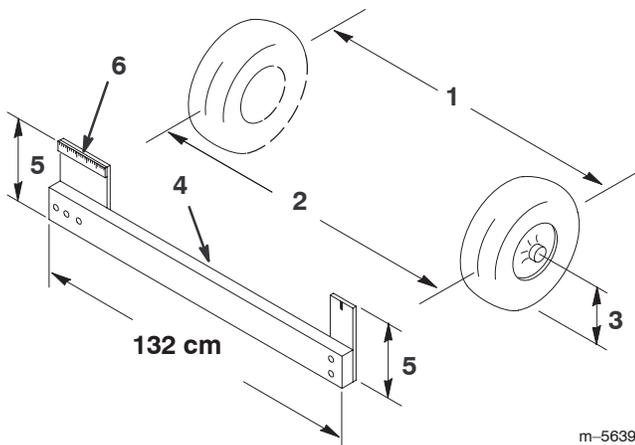

Bild 38
2. Messen Sie den Abstand zwischen beiden Vorderreifen auf Achshöhe (an der Vorder- und Rückseite der Vorderreifen) (Bild 38). Eine Messlehre ist für das hintere Maß der Vorderreifen auf Achshöhe erforderlich. Benutzen Sie das gleiche Maß für das genaue Vermessen der Vorderseite der Vorderreifen auf Achshöhe (Bild 38).